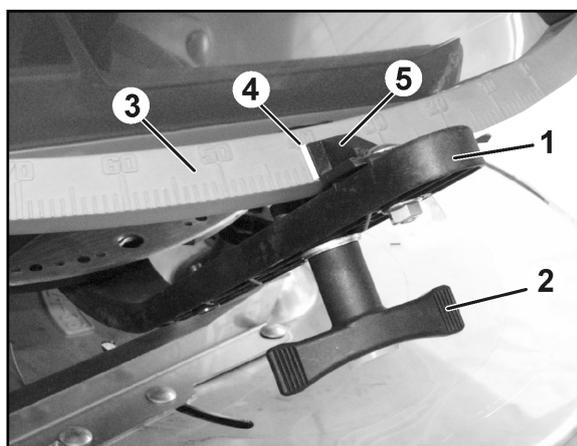

Fig. 52
2. Flügelmutter (Fig. 52/2) lösen.
3. Die erforderliche Schieberstellung auf der Skala (Fig. 52/3) aufsuchen.
4. Die Ablesekante (Fig. 52/4) vom Stellhebelzeiger (Fig. 52/5) auf den Skalenwert einstellen.
5. Flügelmutter (Fig. 52/2) wieder fest anziehen.